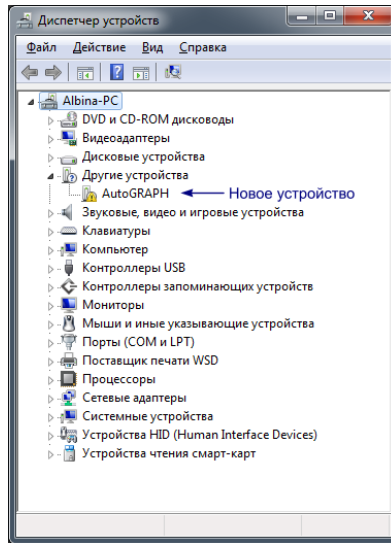

Рисунок 1.
4. Система автоматически найдет новое оборудование (рисунок 1).